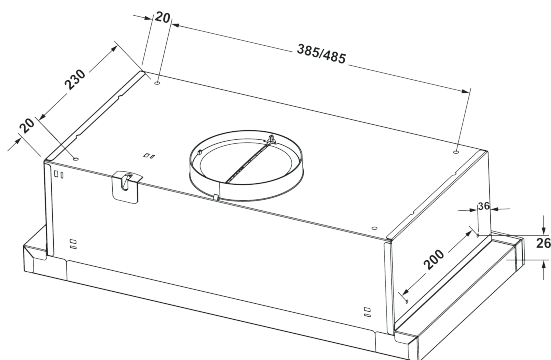

Abb. 4
6.5 Für die Befestigung der Haube am Schrank werden 4,8x13 Schrauben aus der Haubenmitte empfohlen (Schrauben sind nicht im Lieferumfang enthalten). (Abb. 4/ 4.1).